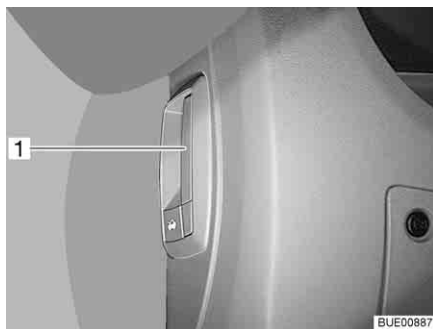

Fig. 42 Palanca de desbloqueo del capó del motor (en el vehículo)
- Tirar de la palanca (Fig. 42, 1) a la izquierda o al lado del salpicadero.